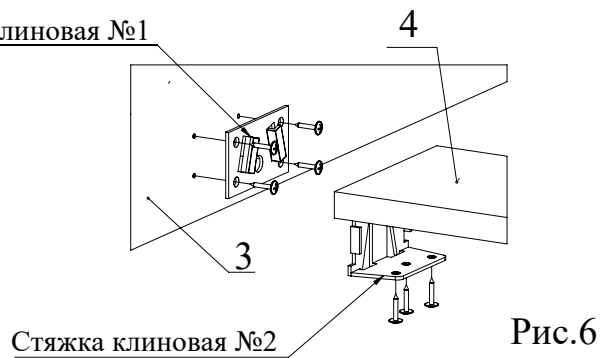

Рис.6
7. Шурупами 3,5х16 прикрутите стяжки клиновые №1 к деталям 3, стяжки клиновые №2 к детали 4 (Рис. 6).